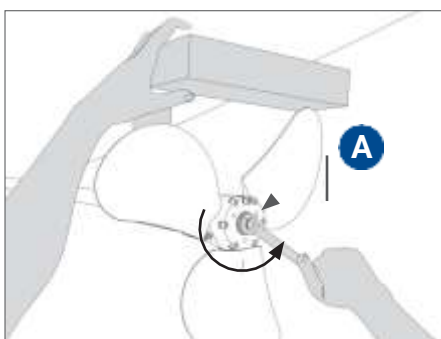
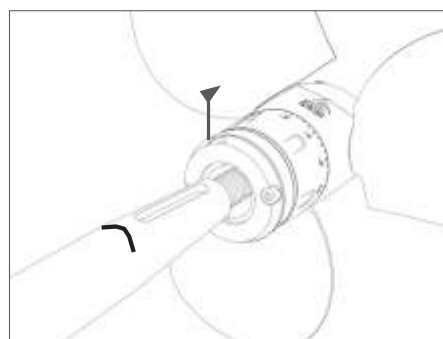

FIG. 10 Dévisser l'écrou de serrage
FIG. 11 Extraire l'hélice de l'arbre
- Dévisser l'écrou de serrage **A** (**Fig. 10**) et extraire l'hélice (**Fig. 11**).